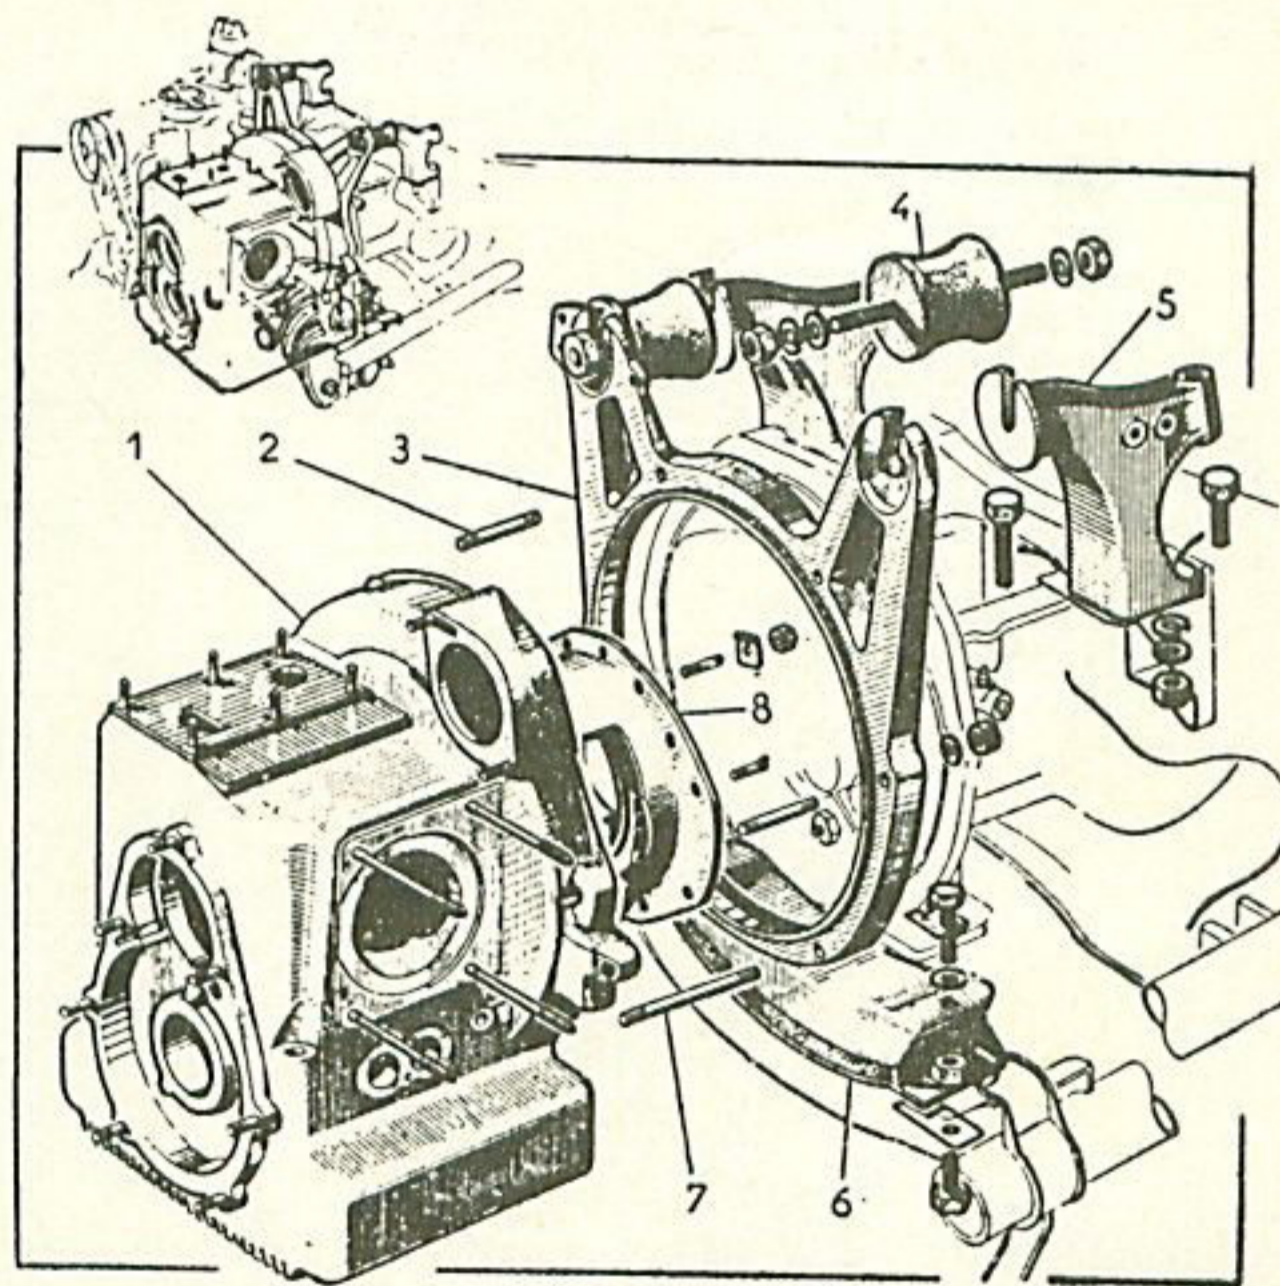

Fig. 3. - Fixation moteur.
- Présenter le moteur avec l'entretoise (3) (fig. 3).
- Monter les écrous et rondelles des goujons (2) (fig. 3) d'assemblage du moteur, entretoise et boîte de vitesses-pont et bloquer.
- Monter définitivement la fixation élastique supérieure (4) (fig. 3).